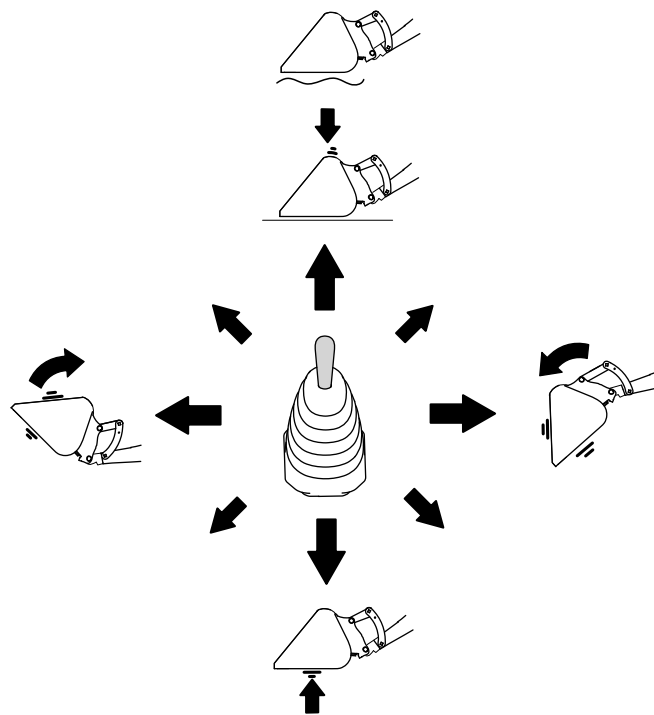

Рисунок 59
**Примечание:** На Рисунок 59 показано использование джойстика, если смотреть со стороны оператора.